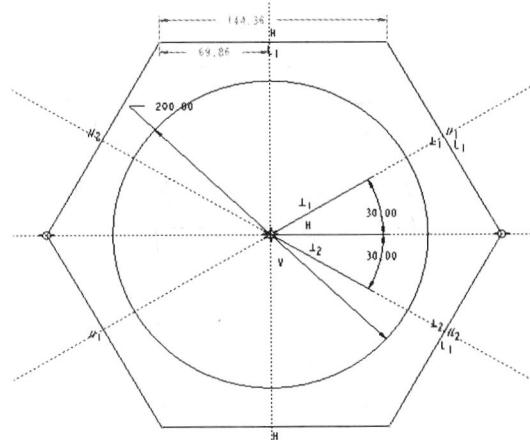

图 1-15 添加相等约束
**Step7** 单击“草绘器工具”工具栏“约束”面板中的“相等”按钮 $=$ ，选择直线1和直线2，使两直线等长。采用同样的方法作用于直线2和直线3后，图形显示如图 1-15 所示。